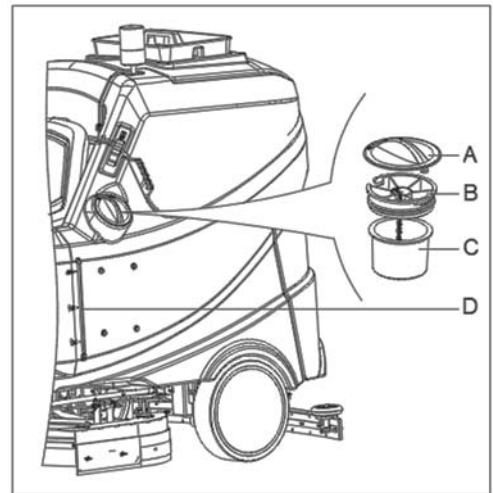

Figure 11
1. Ouvrir le couvercle d'entrée d'eau (A, Figure 11).